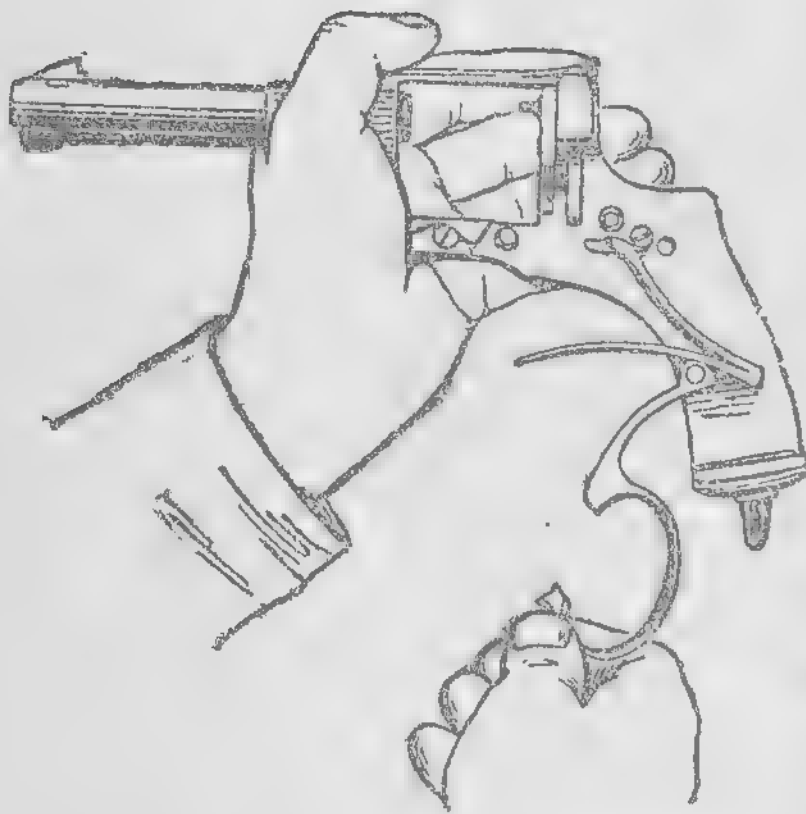

Рис. 39. Как снять спусковую скобу.
13) **снять спусковую скобу** (рис. 39) и боевую пружину;